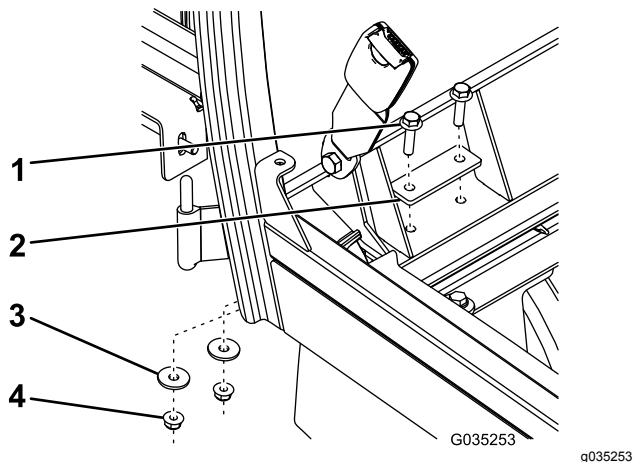

Figur 12
6. Monter siderne af førerhusets ramme på maskinen vha. seks sekskantbolte ($\frac{3}{8}$ " x $1\frac{1}{4}$ "), seks spændeskiver ($\frac{3}{8}$ ") og seks flangemøtrikker ($\frac{3}{8}$ ") som vist i Figur 12.